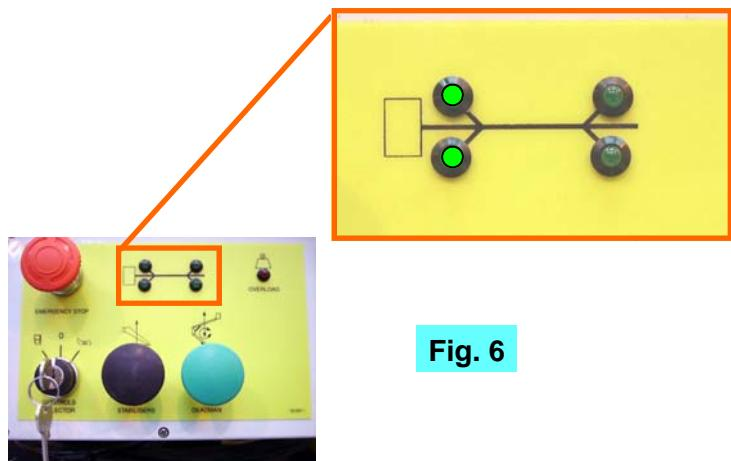

Fig. 6
5. Baje los estabilizadores 1 y 2 hasta que la pantalla verde LED indique que soportan carga. (Fig 6)